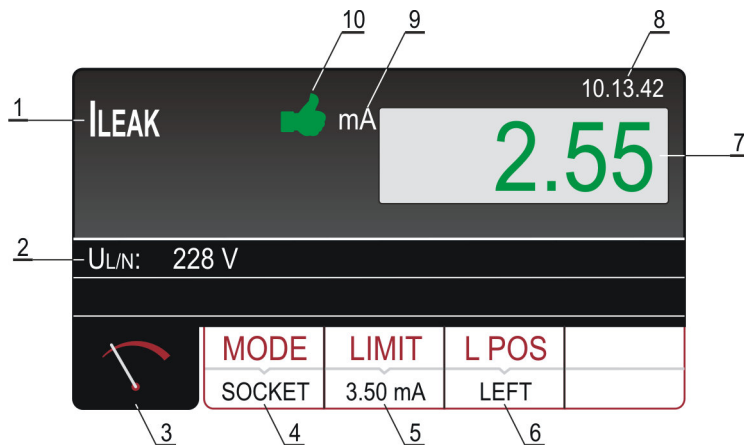

Abb. 43: Bildschirmseite mit den Testergebnissen **ILEAK** im Modus STECKDOSE
- 7) Messen Sie durch Drücken der **START/STOP** Taste. Die Messung wird durch ein erneutes Drücken der **START/STOP** Taste aktiviert/deaktiviert. Das Testergebnis wird grün angezeigt wenn es niedriger oder gleich oder rot angezeigt wenn es höher als der eingestellte Grenzwert ist. Das Endergebnis wird zusammen mit dem grünen Symbol  und einem kurzen Signalton (Ergebnis OK) oder zusammen mit dem roten Symbol  und einem längeren Signalton (Ergebnis NICHT-OK) angezeigt. Die Abbildung 43 zeigt ein Beispiel von Bildschirmseite mit den Messergebnissen.